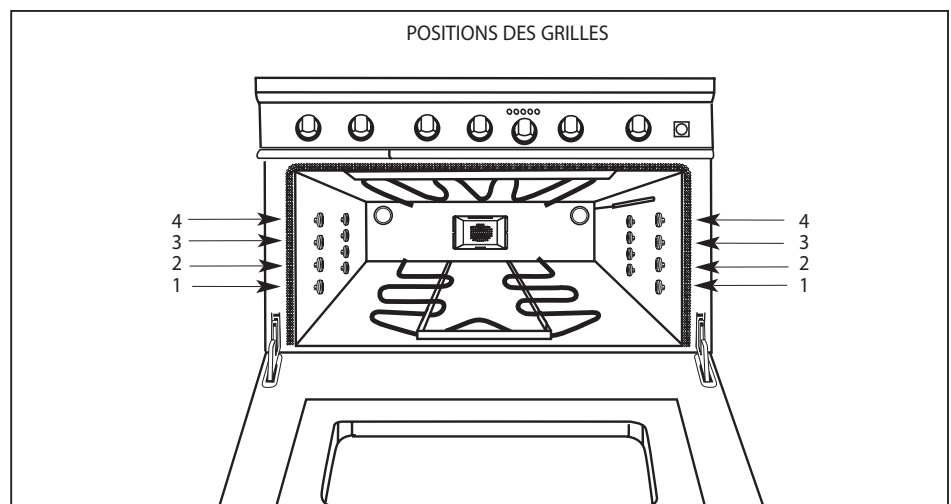

Fig. 01
2. Placez les grilles du four dans la bonne position avant d'allumer le four. Consultez votre recette pour connaître la bonne position de la grille. La position la plus utilisée est la position numéro 2. Les positions des grilles sont numérotées de bas en haut comme les étages d'un bâtiment. (Fig. 01)